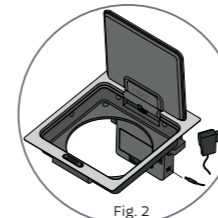

Fig. 2
2) É possível ligar a lixeira a uma fonte de energia elétrica, (Fig. 2).
2) The waste bin can be connected to an electrical power source, (Fig. 2).
2) Es posible conectar el basurero a una red eléctrica, (Fig. 2). Entrada: 110 V a 220 V [Bivolt Automático], 50–60 Hz.